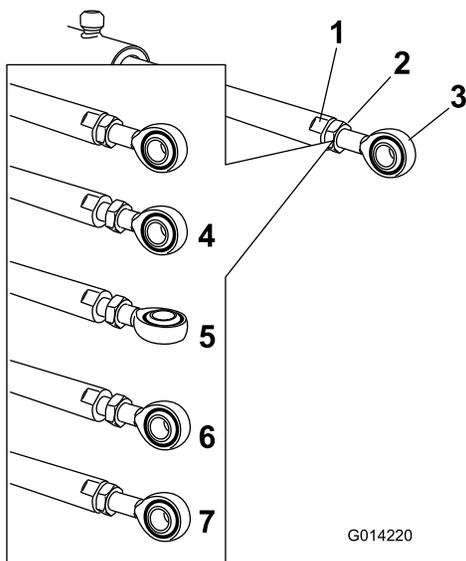

Рисунок 84
5. С помощью ключа, накинутого на плоские грани штока привода, удерживайте его неподвижно, затем ослабьте контргайку, чтобы можно было перемещать шток с проушиной (Рисунок 84).
6. Поверните шток с проушиной в штоке привода, чтобы сократить или удлинить привод для установки в требуемое положение (Рисунок 84).